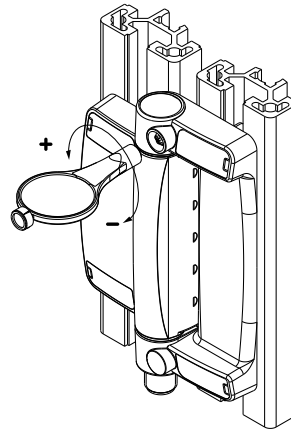

Fig. 6
2. Régler les contacts NF au moyen de l'outil de réglage de telle manière qu'ils soient bien ouverts si la fente d'ouverture maximale autorisée est atteinte. Tourner dans le sens horaire pour réduire l'angle de commutation, tourner dans le sens anti-horaire pour augmenter l'angle de commutation (Fig. 6); inversement en cas de montage à l'intérieur. L'angle pour l'ouverture forcée est 7° plus grand que l'angle de commutation réglé.